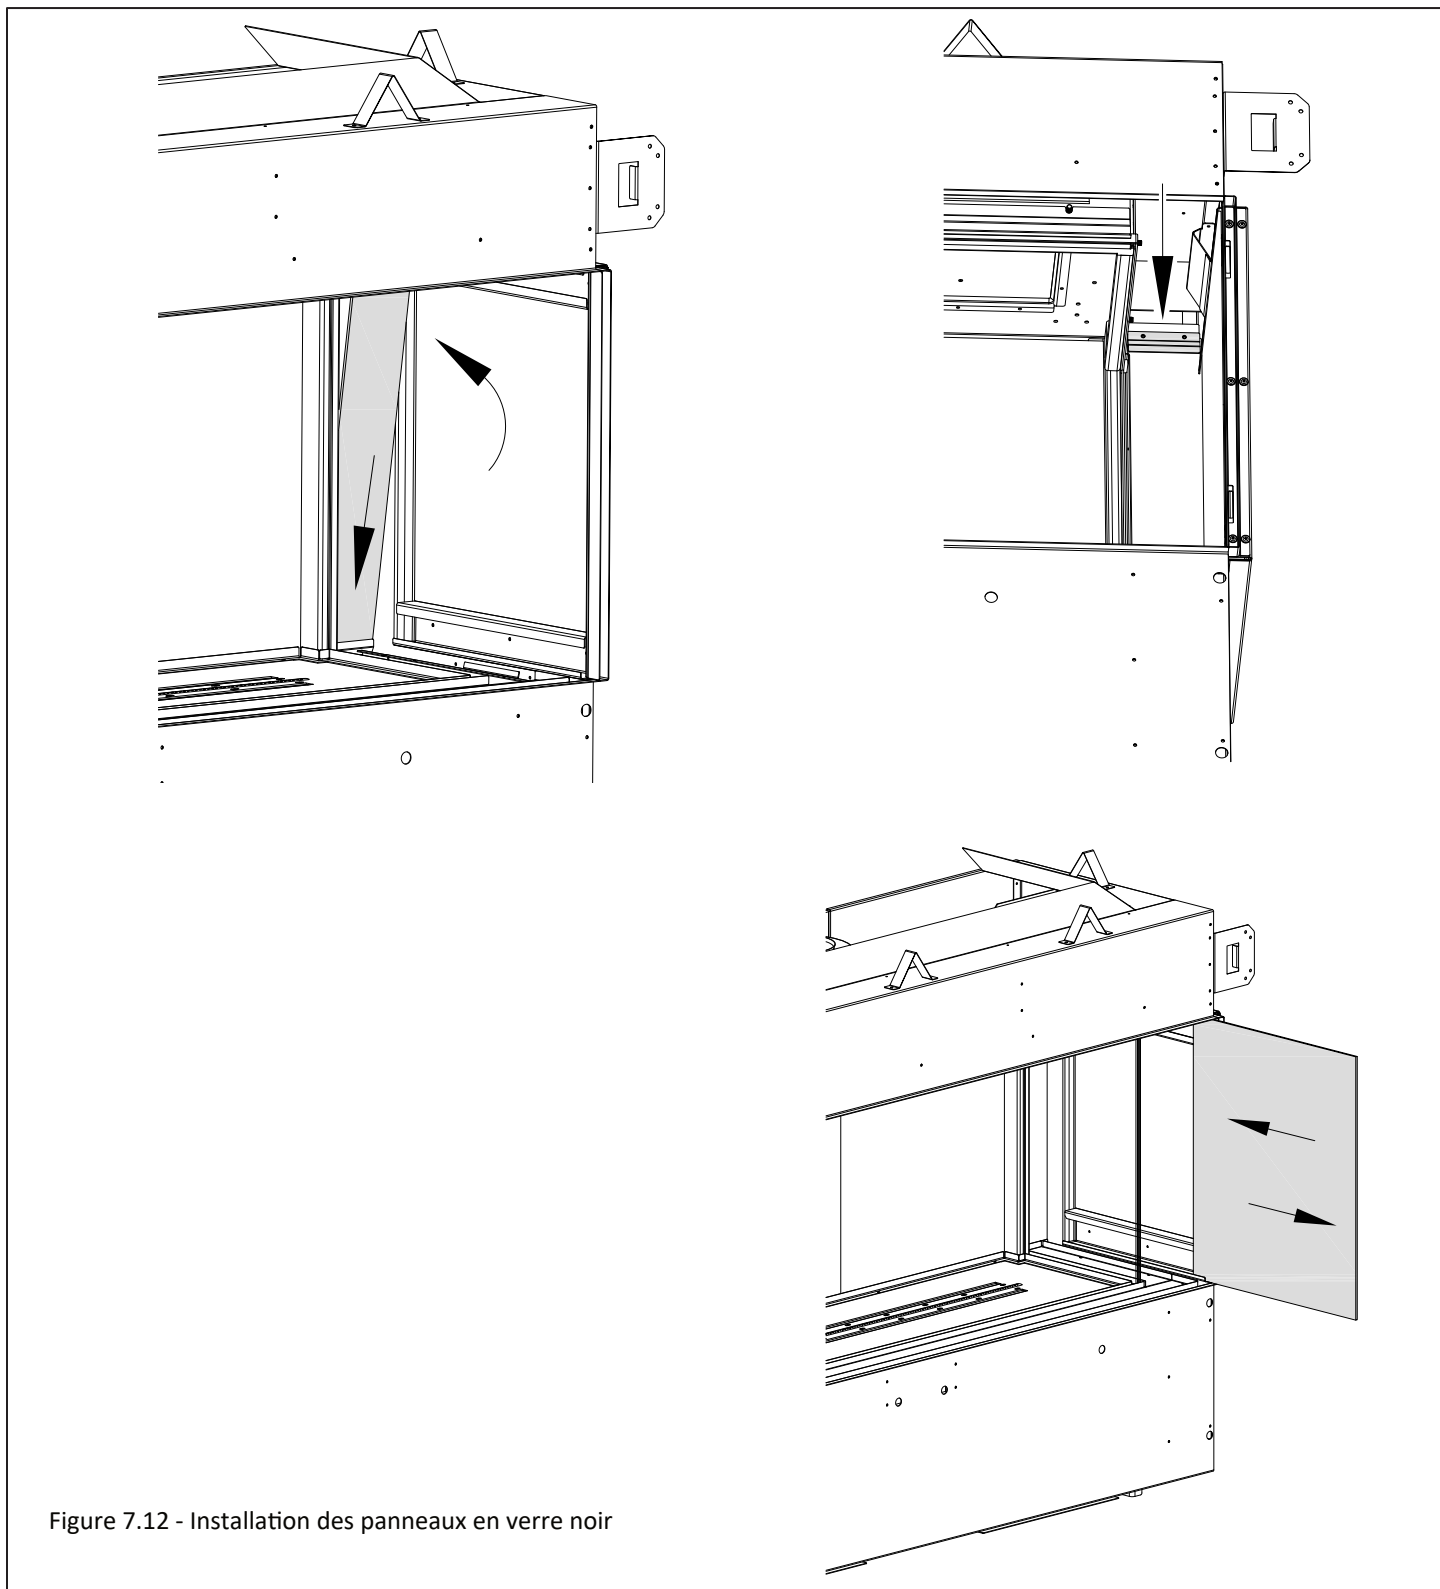

Figure 7.12 - Installation des panneaux en verre noir
3. Installez les (2) panneaux arrière périphériques (extérieurs) en verre noir, en les inclinant de côté, jusqu'à ce qu'ils soient placés à l'arrière du foyer, tel que montré à la Figure 7.12 (à gauche). Insérez le bord inférieur de ces panneaux dans le clip inférieur préinstallé pour panneau périphérique, puis pivotez-le en place. Utilisez le clip pour panneau périphérique fourni et fixez-le au haut du panneau en verre avec (2) vis à métal, tel que montré à la Figure 7.12 (au haut à droite).
4. Installez les panneaux latéraux en verre noir en les glissant en place, tel que montré au bas de la Figure 7.12.